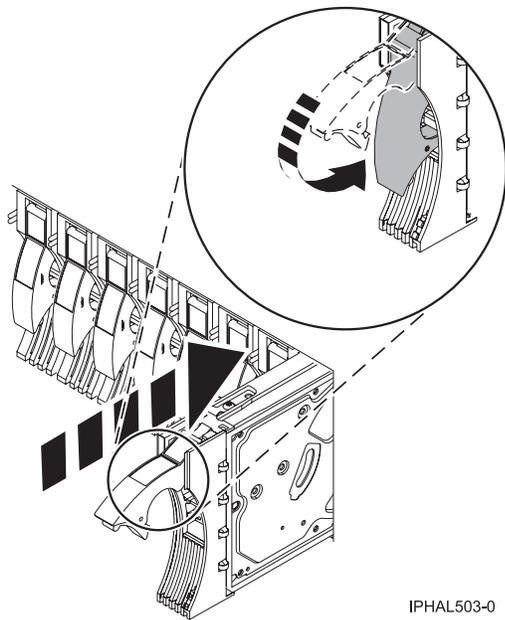

Figura 18. Deslizamiento de la unidad de disco hacia el interior de la unidad del sistema
13. Cuando el indicador de servicio empiece a parpadear, deslice la unidad de disco hasta el fondo y fíjela en su sitio cerrando el pestillo, como se muestra en la Figura 18 en la página 27.